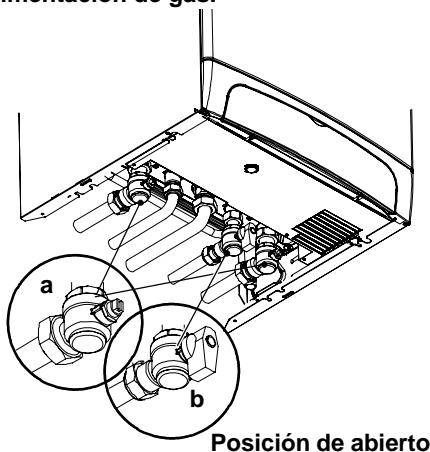

Fig. 6.1 Apertura de los grifos
- 4 Abrir los grifos de ida y retorno calefacción **a Fig. 6.1**
- 6 Abrir el grifo **b Fig. 6.1**